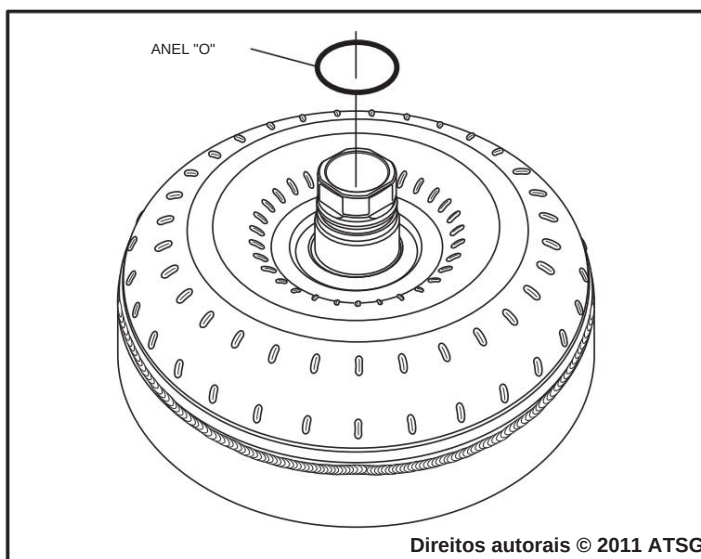

Figura 169
59. Instale o novo anel de vedação "O" no cubo do conversor de torque, conforme mostrado na Figura 169, e lubrifique o cubo com ATF.